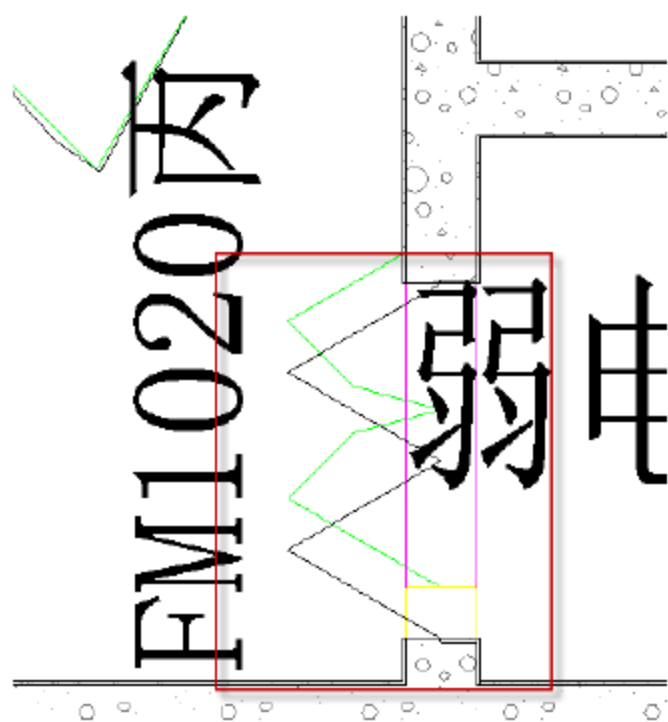

图 9.3.26 插入“FM1020 丙”族
(20) 插入“FM1020 丙”族。选择“建筑”→“门”命令（或者直接按快捷键 D+R），在相应的位置插入族，如图 9.3.26 所示。